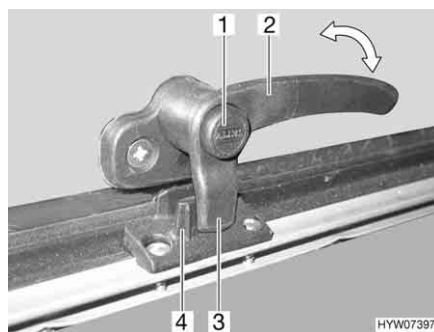
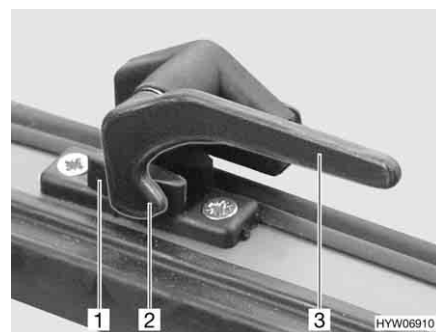

Bild 72 Verriegelungshebel mit Sicherungsknopf in Stellung "geschlossen"
Bild 73 Verriegelungshebel in Stellung "geschlossen"
- Wenn vorhanden, Sicherungsknopf (Bild 72,1) drücken und gedrückt halten.
- Alle Verriegelungshebel (Bild 72,2 oder Bild 73,3) eine viertel Umdrehung zur Haubenmitte hin drehen.
- Alle Verriegelungshebel (Bild 72,2 oder Bild 73,3) eine viertel Umdrehung zum Rahmen hin drehen. Die Verriegelungsnase (Bild 72,3 oder Bild 73,2) liegt auf der Innenseite der Haubenverriegelung (Bild 72,4 oder Bild 73,1).
- in Stellung "fest verschlossen" (Bild 72 und Bild 73)